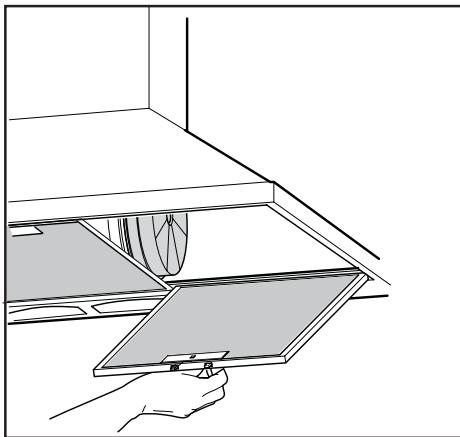

Fig.6
• La distanza minima fra la superficie di supporto dei recipienti di cottura sul dispositivo di cottura e la parte più bassa della cappa da cucina deve essere di almeno 65 cm (Fig.10). Se dovesse essere usato un tubo di connessione composto di due o più parti, la parte superiore deve essere all'esterno di quella inferiore. Non collegare lo scarico della cappa ad un condotto in cui circoli aria calda o utilizzato per evacuare fumi degli apparecchi alimentati da un'energia diversa da quella elettrica. Prima di procedere alle operazioni di montaggio, per una più facile manovrabilità dell'apparecchio disinserire i filtro/i antigrasso (Fig.6).
Per la sostituzione della lampada ad incandescenza, togliere i filtri antigrasso come descritto in (Fig.6) e rimuovere la lampada.